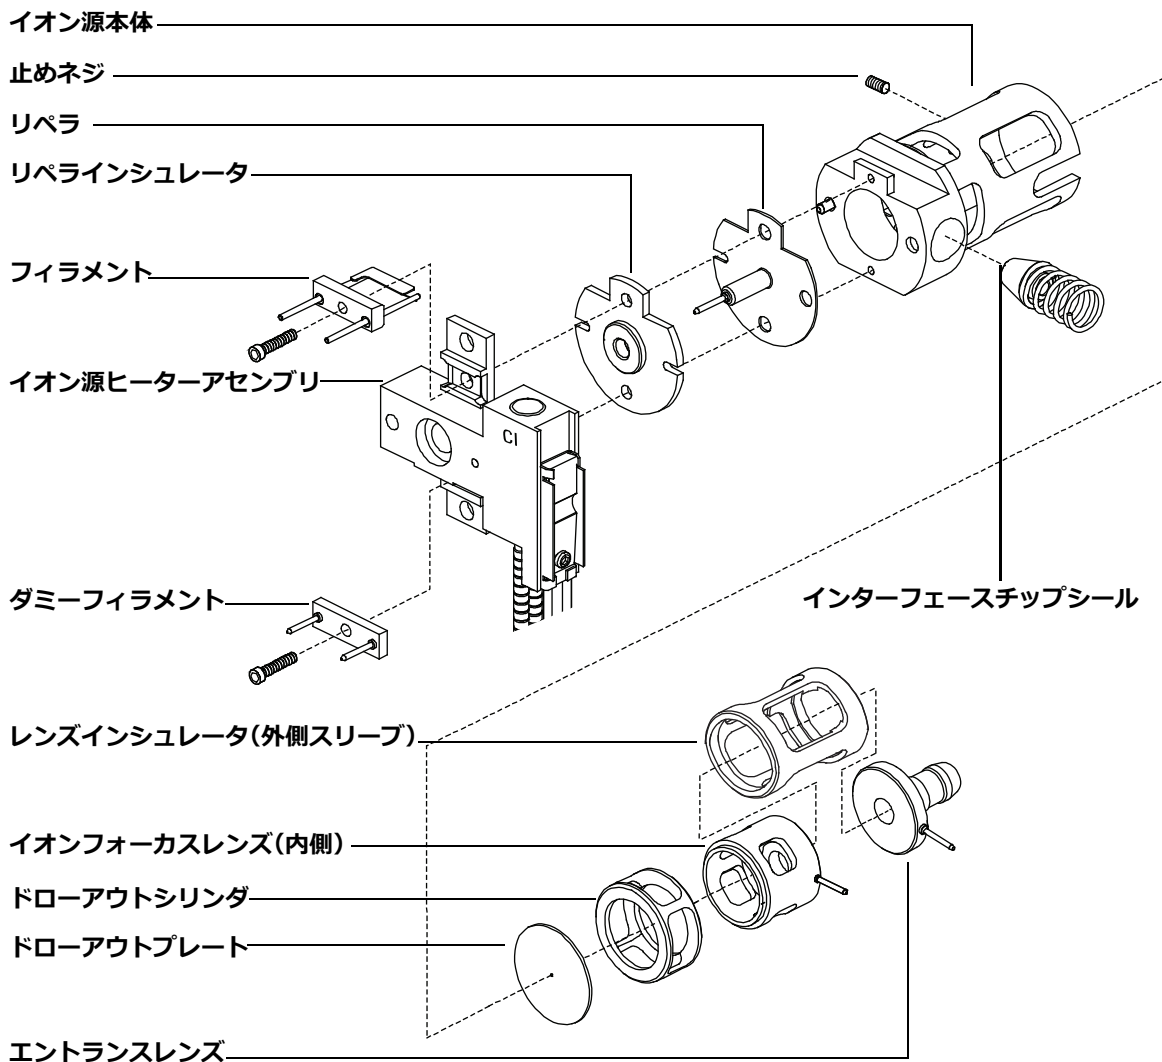

図 28 CI イオン源の分解
- 3 イオン源本体からイオン源ヒーターアセンブリを分離します。イオン源ヒーターアセンブリは、イオン源ヒーター、リペラ、および関連部品からなります (図 28 を参照してください)。
- 4 リペラからセラミックインシュレータを取り外して、リペラアセンブリを分解します (図 28 を参照してください)。
- 6 レンズをイオン源本体の外に押し出し、レンズインシュレータ、イオンフォーカスレンズ、ドロアアウトシリンダ、ドロアアウトレンズ、およびエントランスレンズを分離します (図 28 を参照してください)。